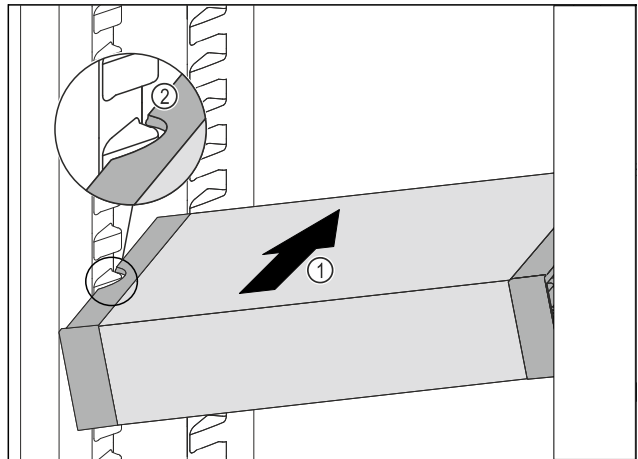

Fig. 197
- Insérer le VarioSafe en biais dans la partie réfrigérateur Fig. 197 (1) jusqu'à ce que les encoches latérales Fig. 197 (2) du VarioSafe se trouvent à la hauteur de la nervure du bac dans la partie réfrigérateur.